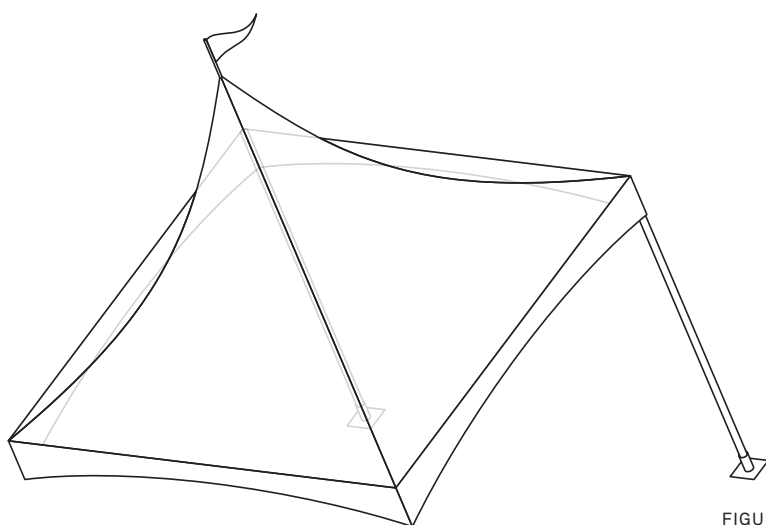
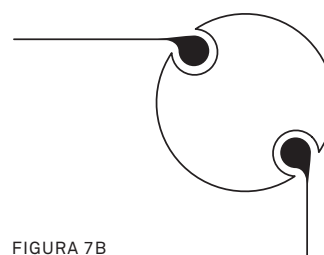

FIGURA 7A
FIGURA 7B
8. Coloque dos postes en uno de los lados por debajo de la estructura, de modo que la estructura del techo quede inclinada (véase la figura 7a). Asegúrese de que el ensanchamiento de la ranura keder se encuentra en la parte superior de los postes verticales y que las ranuras keder se colocan en un ángulo de 45° con respecto a las esquinas de la carpa (véase la figura 7b).